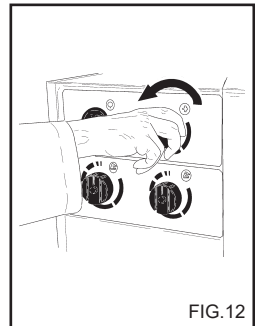

FIG. 12
Trykkregulatoren, fig. 12 gjør at brukeren kan regulere arbeidstrykket. Når knapp C vrir moturs (B) (minimum), reduseres driftstrykket.